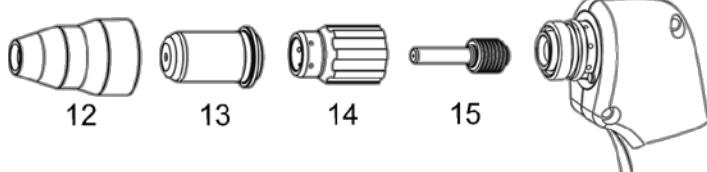

Рисунок 2
Перевірте та, за необхідностю, замініть робочі витратні частини плазмотрона: електрод, сопло, повітряне розподільне кільце (дифузор) (рис. 2). При встановленні електрода (15) не використовуйте інструменти – достатньо легкого зусилля пальців.